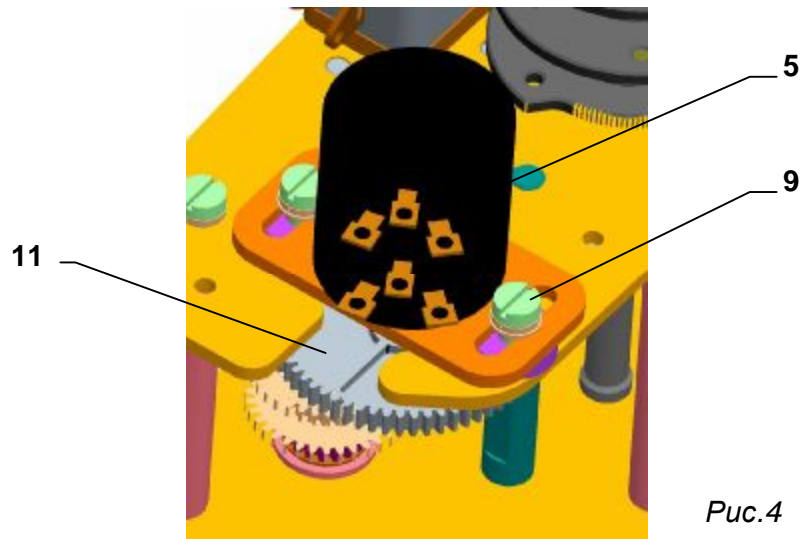

Рис.4
- в исполнении с омическим датчиком, вынесите датчик из зацепления ,(Рис.4);
- ослабьте гайку (22) при одновременном прижимании центральной накатной гайки (23) и потом гайку (23) крепящую кулачки расслабьте настолько, чтоб тарелчатые пружины на кулачках еще создавали аксиальное пружинное усилие;
- ЭП перестановте в положение «открыто» и кулачком (29) поворачивайте в направлении часовой стрелки, вплоть до переключения выключателя S3 (25).
- ЭП перестановте о ход, при котором он будет сигнализировать положение «открыто» и кулачки (31) поворачивайте в направлении часовой стрелки, вплоть до переключения выключателя S5 (27);
- ЭП перестановте в положение «закрыто» и кулачком (28) поворачивайте против направления часовой стрелки (при виде сверху) , вплоть до переключения выключателя S4 (24) ;
- ЭП перестановте обратно о ход, в котором он сигнализирует положение «закрыто» и кулачком (30) поворачивайте против направления часовой стрелки, вплоть до переключения выключателя S6 (26) ;
- после настройки ЭП, рукой закрепите кулачки центральной акатной гайки (23) при одновременном прижимании, потом гайку подтяните контргайкой (22) ;
- поворочте диск показателя положения (32) для данного хода по отношению к отметке на смотровом отверстии верхнего кожуха;
4.3 Установка омического датчика (рис.4)